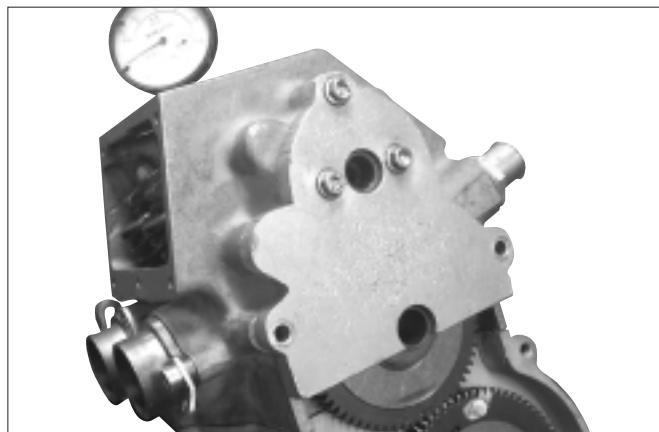

Fig. 66
5. Montare l'apposita mascherina affinché l'albero a camme rimanga bloccato (Fig. 66).
5. Fit the special jig so as to lock the camshaft (Fig. 66).
5. Die Kühlerverkleidung so montieren, dass die Nockenwelle blockiert ist (Abb. 66).
5. Monter le gabarit spécialement prévu pour maintenir l'arbre à cames (Fig. 66).